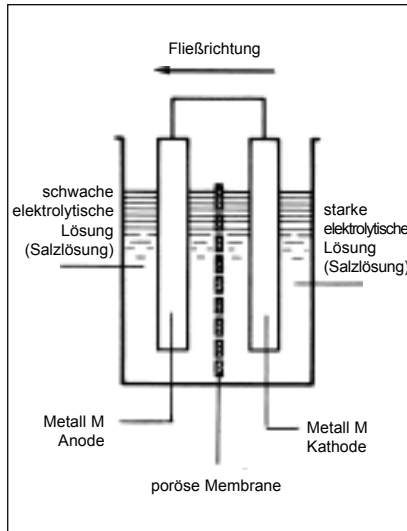

Abb. 2 - Unterschied in der elektrolytischen Konzentration
- Abb. 2 - Unterschiede in der elektrolytischen Konzentration,